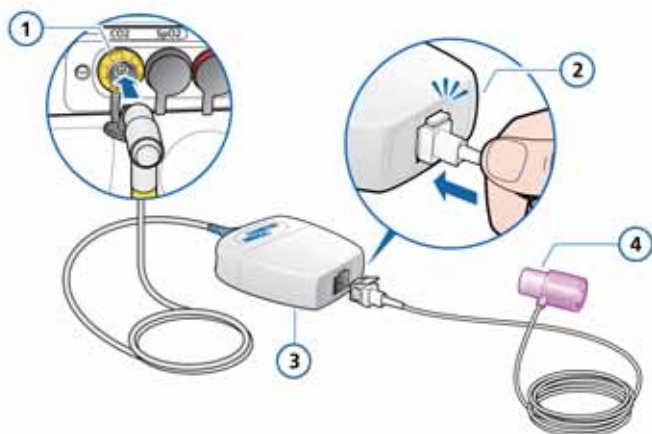

Рисунок 2-11. Подключение измерительной ячейки к модулю CO2
1. Вставьте кабель модуля CO2 для бокового потока LoFlow™ в разъем CO2 на панели опций (желтый), соблюдая направление по указателям на корпусе соединения. Кабель должен со щелчком зафиксироваться в разъеме. См. рис. 2-11.
2. Подсоедините измерительную ячейку к модулю CO2 (см. рис. 2-11). Коннектор должен защелкнуться.